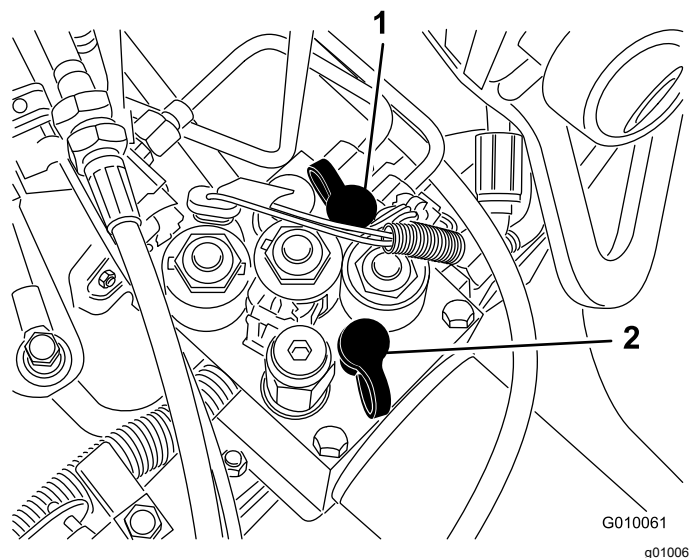

**Figura 64**
- A porta de teste G 2 (Figura 64) é utilizada para o assistir na resolução de problemas no circuito de carga de tração.
- A porta de teste G 1 (Figura 64) é utilizada para o assistir na resolução de problemas de pressão do circuito de elevação.